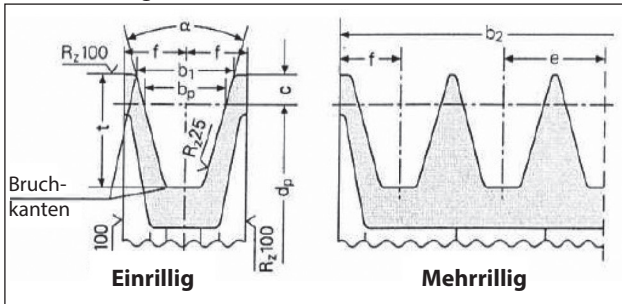

Abb. 8
- a) Verwenden Sie Riemen Scheiben für Keilriemen mit den vom Riemenhersteller vorgeschriebenen / empfohlenen Rillenmaßen. In Ermangelung dieser Werte halten Sie sich an die Vorgaben in Abb. 8 und die Tabelle in Abb. 9.